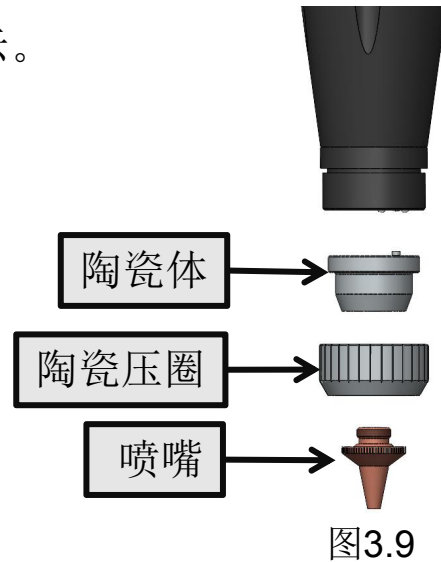

图3.9
- ① 逆时针旋转拆下喷嘴，如图3.9所示。
- ② 逆时针旋下陶瓷压圈，如图3.9所示。
- ③ 竖直向下取出陶瓷，如图3.9所示。